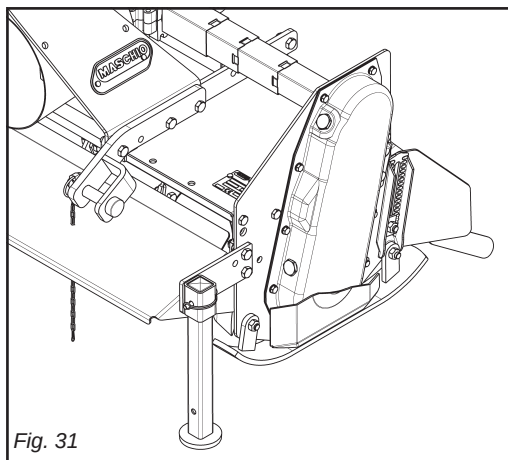

Fig. 31
- 1) *Position the bearing stand as shown in the figure 31.*
- 1) Positionner le pied d'appui comme indiqué dans la figure 31.
- 1) Den Stellfuß wie in der Abbildung 31 gezeigt anordnen.